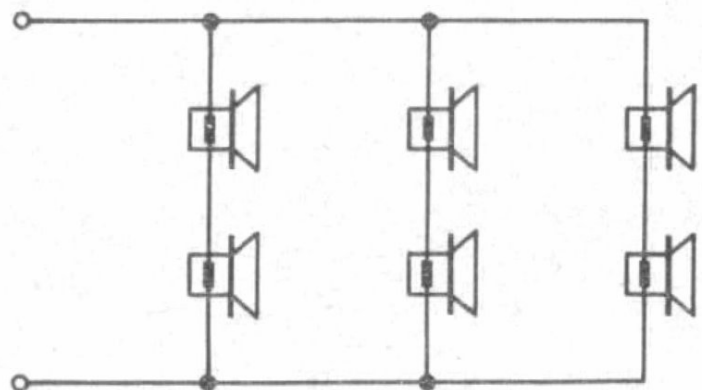

Abb. 9
Will man eine hoch belastbare Lautsprechergruppe mit breitem Streuwinkel aus Hochtonlautsprechern zusammenstellen, so kann man 6 Stück nach Abb. 9 schalten. Die geringfügige Fehlanpassung schadet dabei im allgemeinen nicht, wenn man nur dafür sorgt, daß die Wiedergabe durch Vorschalten eine 4- bis 50- μ F-Kondensators vor die Kombination auf die hohen Frequenzen beschränkt bleibt.
Die Schaltung der Hochtonlautsprecher erfolgt nach Abb. 9. Statt des einzelnen Kondensators vor jedem Hochtonlautsprecher kann auch der gesamten Schaltung nach Abb. 9 ein gemeinsamer Kondensator 6 μ F mit entsprechend höherer Spannungsfestigkeit (MP-Kondensator) vorgeschaltet werden.
R. 6 P.713 E nach Abb. 9 zusammengeschaltet